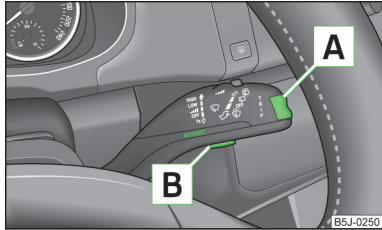

Abb. 22
Das Umschalten der Speicher erfolgt mit der Taste **B** » Abb. 22 auf Seite 32 am Scheibenwischerhebel.
Die Wipptaste für die Wahl der Menüpunkte **A** » Abb. 22 sowie die Bedientaste **B** befinden sich am Scheibenwischerhebel.
» Kurz auf die Wipptaste **A** » Abb. 22 oben oder unten drücken. Dadurch werden die einzelnen Menüpunkte der Multifunktionsanzeige nacheinander geöffnet.
» Die Taste **B** » Abb. 22 antippen.
» Die Taste **B** » Abb. 22 länger drücken.
- › Mit der Taste **[A]** » Abb. 22 auf Seite 32 den Menüpunkt **Warnung bei** (MAXI DOT-Display) bzw. **⊖** (Segmentdisplay) wählen.